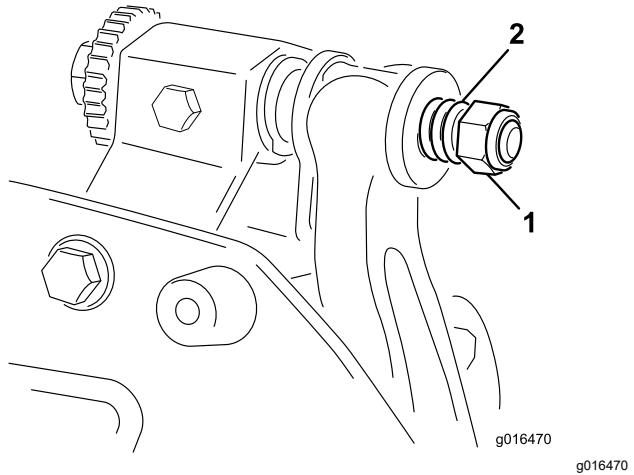

Figura 27
- Coloque una arandela de nylon en cada lado del saliente de la placa lateral. Coloque una arandela de acero por fuera de cada arandela de nylon (Figura 27).
- Apriete la tuerca de tensado del muelle hasta que el muelle esté comprimido del todo, luego aflojela 1/2 vuelta (Figura 27).